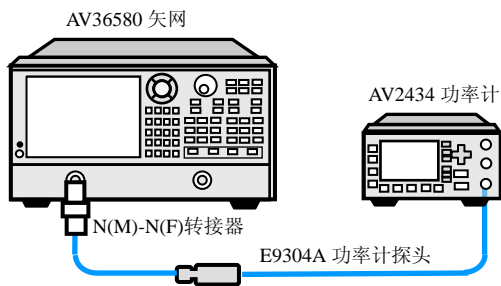

图 14-3 测量端口最大输出功率测试框图
- a) 系统预热 90 分钟以上，进行功率计校准后按图 14-3 所示将功率计探头连接到矢网端口 1 上。